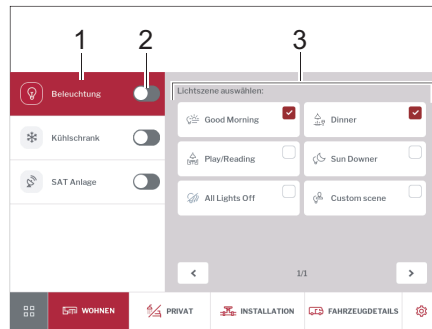

Bild 283 Beleuchtung
- Mit Schiebeschalter (Bild 283,2) Beleuchtung ein- oder ausschalten.
- Auf Schaltfläche *Beleuchtung* (Bild 283,1) tippen.
Im Bedienfeld (Bild 283,3) Lichtszene wählen.